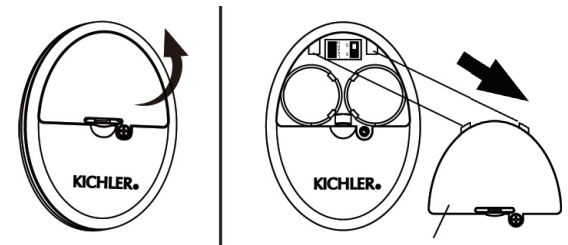

Fig. 28
**Étape 1.** À l'aide d'un tournevis, retirez le couvercle des piles du combiné et conservez la vis pour une utilisation ultérieure. (Fig. 28)